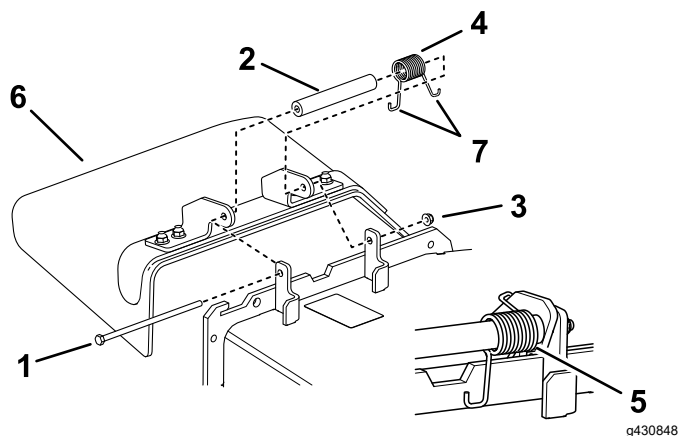

Figura 80
**Nota:** Asegúrese de colocar un extremo con gancho en J del muelle detrás del reborde de la carcasa antes de instalar el perno, según se muestra en Figura 80.